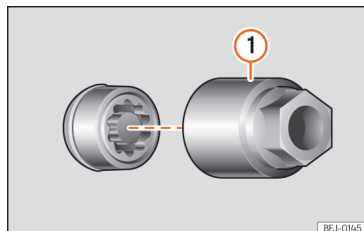

Abb. 42 Diebstahlhemmende Radschraube mit Abdeckkappe und Adapter
- Schieben Sie den Spezialadapter » » » **Abb. 42** ① (Bordwerkzeug » » » **Seite 48**) bis zum Anschlag in die diebstahlhemmende Radschraube.